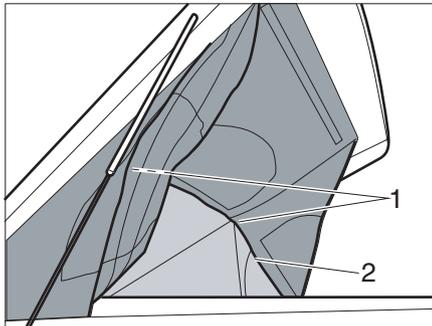

Bild 31 Panoramafunktion
- ▶ Den Reißverschluss (Bild 31,2) rundum am Aufstelldach öffnen.
- ▶ Seitenwände und Frontwand mit Klettverschluss (Bild 31,1) am Aufstelldach oben fixieren.